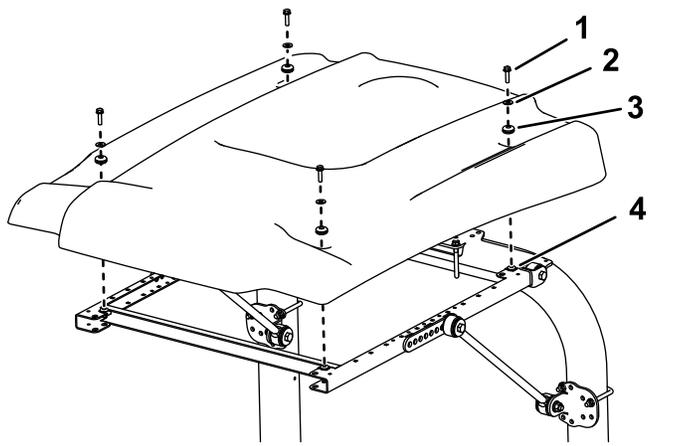

図 13
14. 図 13 に示すようにサンシェードをフレームに載せて、取り付け穴を整列させる。
15. サンシェードの各コーナー部をフレームに仮止めするフランジヘッドボルト5/16 x 1/4"1本、小さいワッシャ1枚、ハトメ1個を使用する図 13。